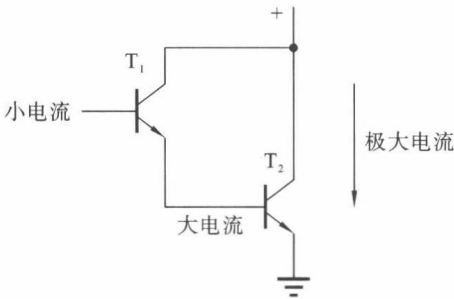

图 1.9 达林顿管(放大电路)
② 放大作用 三极管的另一个重要作用是放大作用。这个作用对于读出计算机输入的微弱电压是很有用的,但必须将此微弱电压增强才能驱动负载部件。有些放大电路使用达林顿管,如图 1.9 所示,这种电路将两个三极管连在一起,三极管 T_1 用做前置放大管,它产生推动三极管 T_2 的电流。三极管 T_2 是次级放大管,它与控制电路是隔离的,它将电流增强到驱动负载部件所需的数值。电子点火系统的控制模块大多采用这种放大电路。